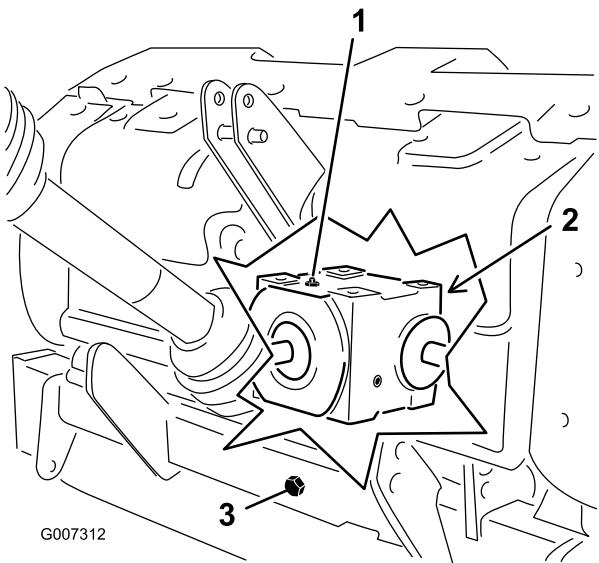

図 30
2. ギアボックスの点検プラグを外す図 30。
図 30。
1. 内部に異物が侵入しないよう、ドレンキャップと補給プラグの周囲をきれいに拭く 図 30。